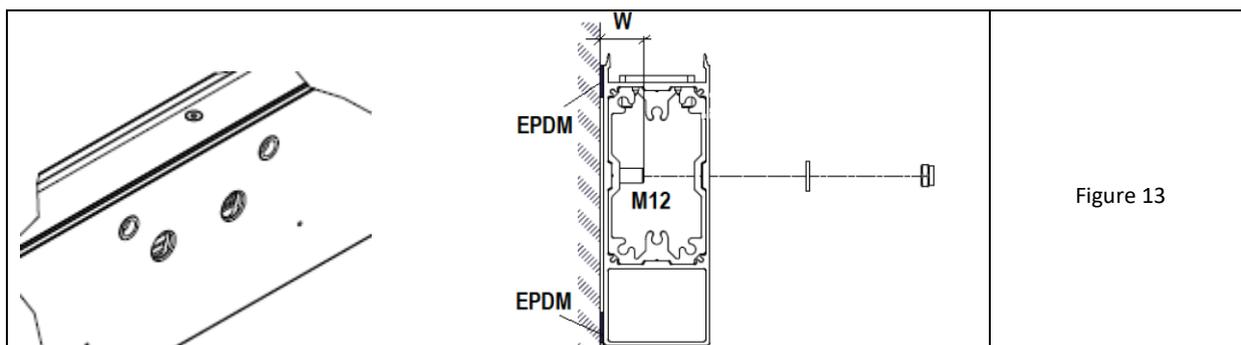
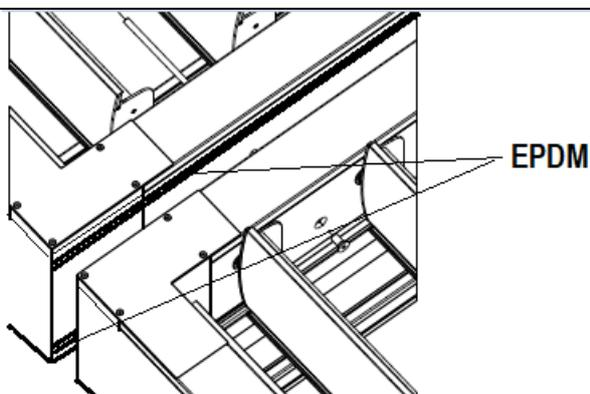

Figure 13
Figure 16
11. Sur la paroi extérieure des poutres adjacentes à la maçonnerie, après dégraissage, appliquer des bandes d'écartement autocollantes en EPDM sur les bords supérieurs et inférieurs (Fig. 13-droite). Ceci est nécessaire afin de pouvoir retirer ultérieurement la révision sans l'endommager.
12. Placez le cadre dans la position cible. A l'endroit où la poutre est ancrée au mur, déterminer la position des ancrages en fonction de la disposition des trous d'ancrage sur la face arrière de la poutre (Fig. 13). Deux trous sont percés dans chaque ancrage à une distance axiale de 100 mm.
13. Placer les chevilles de taille M12 (non fournies par SELT) dans le support, en veillant à ce qu'elles soient nivelées ensemble et que les distances axiales soient maintenues conformément au schéma de perçage de la poutre. Respecter l'espacement correct entre les chevilles et la face du mur dans la plage $W = \text{min. } 35 \text{ et max. } 45 \text{ mm}$ (Fig. 13-droite).
1. Appliquer deux bandes de ruban EPDM sur la poutre du cadre de la pergola intégrée du côté du deuxième cadre à ajouter, après avoir dégraissé la surface. Coller les bandes sur le bord supérieur et inférieur de la poutre. Il est recommandé de coller le bord de la bande supérieure sous le verrou de révision (Fig. 16 et coupe transversale de la Fig. 13) - pour un accès ultérieur à l'intérieur de la poutre.